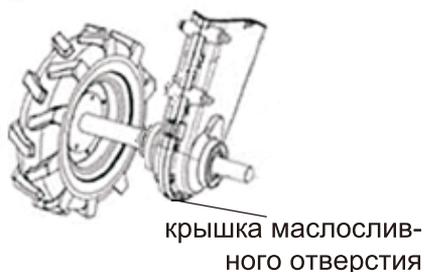

Рис. 21
2. Открутите крышку маслосливного отверстия. (см. рис. 21) Для ускорения слива снимите крышку с маслосливного отверстия.